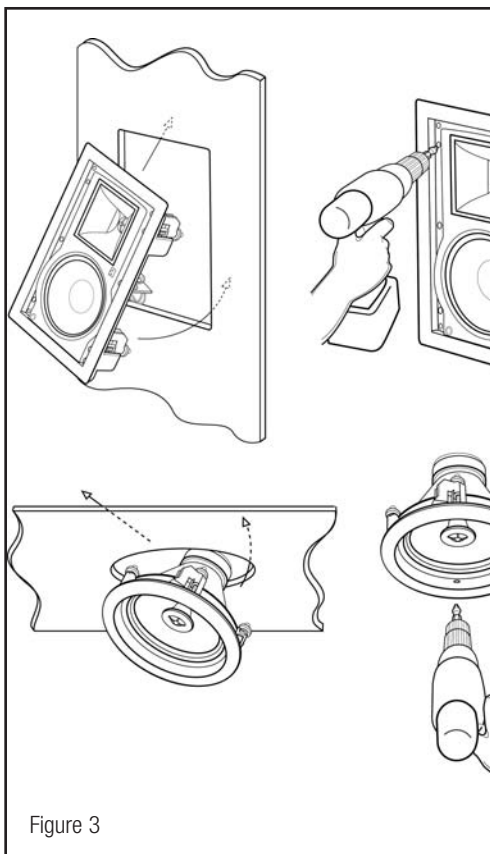

Figure 3
4. スピーカーの組立て部品を開口部に入れ、プラスねじ4つ（図3）を締め取り付けてください。フレームの「犬」足は旋回して、壁とフレームと共に「サンドイッチ」にします。（Klipschの新建設用ブラケットは、乾式壁設置に先立って使用すればこれを簡単にします。）